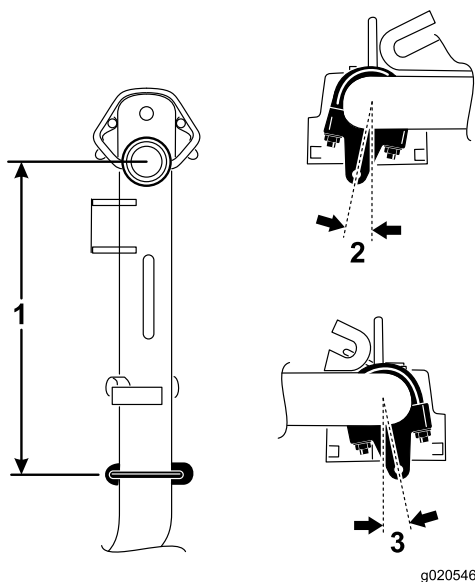

Figura 5
1. En los brazos de elevación números 1, 4 y 5, posicione los soportes de las cadenas y los pernos en U a 38,1 cm por detrás de la línea central del nudo del pivote (Figura 5).
2. En los brazos de elevación números 1 y 5, los soportes deben girarse hacia la derecha, a 10 grados de la vertical (Figura 5).
3. En el brazo de elevación número 4, el soporte debe girarse hacia la izquierda, a 10 grados de la vertical (Figura 5).